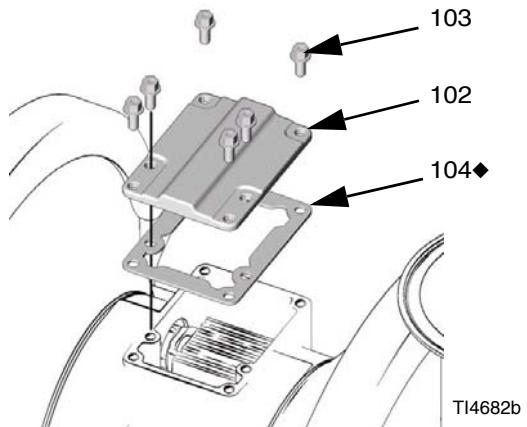

Рис. 12
9. Расположите прокладку (104) и крышку (102) клапана на одном уровне с шестью отверстиями в центральном корпусе (101). Закрепите детали шестью винтами (103) с помощью звездообразного ключа (T20) или торцового ключа 7 мм. Затяните с усилием 5,7–6,8 Н·м (50–60 футоунитов). См. Рис. 12.